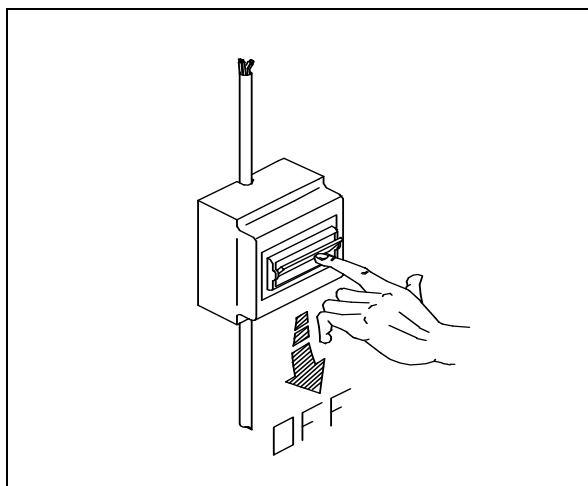

Fig. 5-1
**N.B.: Prima di qualsiasi intervento tecnico, scollegare l'apparecchio dalla rete elettrica. (fig. 5-1)**
**N.B.: Before any technical service, disconnect the machine from the mains. (fig. 5-1)**
**N.B.: Vor jedem kundendienst die machine vom stromnetz ausschalten. (fig. 5-1)**
**N.B.: Avant de toute intervention, débrancher l'appareil de l'électricité. (fig. 5-1)**
**N.B.: Desconecte siempre el aparato de la red antes de cualquier operación de arreglo. (fig. 5-1)**